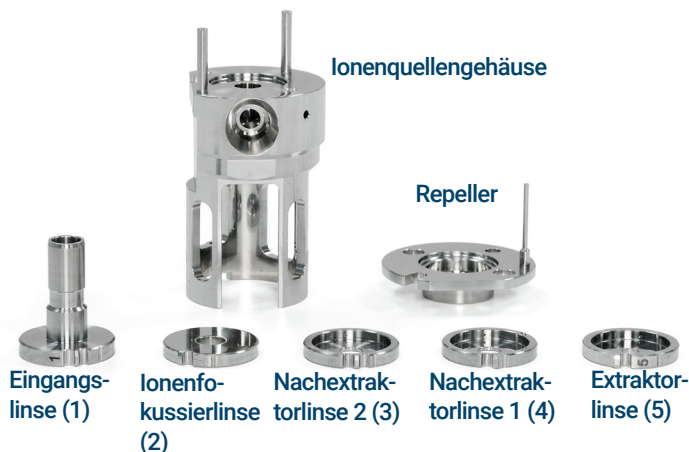

Abbildung 58. zu reinigende Teile der EI-HES
- 2 Sammeln Sie die folgenden zu reinigenden Teile: (Siehe **Abbildung 58** auf Seite 200.)
- Extraktorlinse (5)
- Nachextraktorlinse 1 (4)
- Nachextraktorlinse 2 (3)
- Ionenfokussierlinse (2)
- Eingangslinse (1)